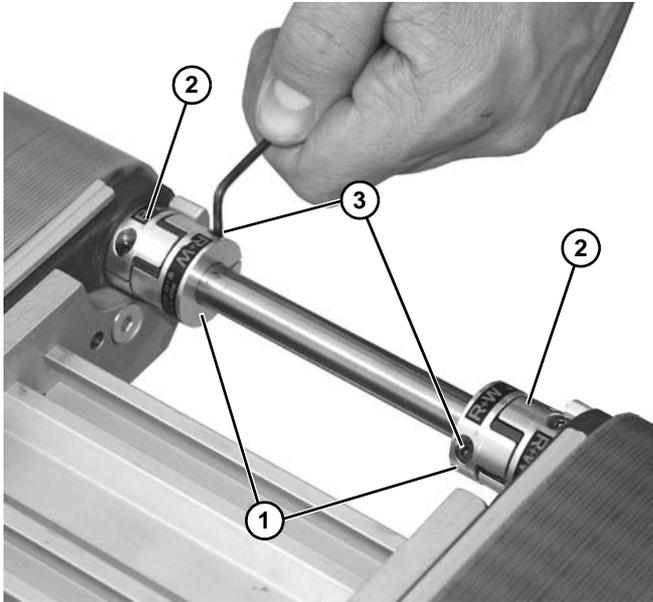

**Figura 28**
8. Instale la parte interior del acoplamiento de 3 mordazas (**Figura 28, artículo 1**) en el eje central (**Figura 28, artículo 2**).
9. Instale el eje central en el extremo de cada araña de 3 mordazas (**Figura 28, artículo 3**).